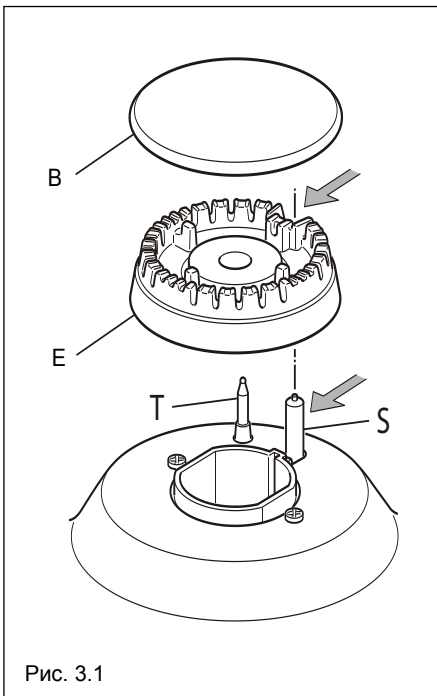

Рис. 3.1
- ✓ После чистки необходимо тщательно вытереть горелки и их рассекатели пламени и установить детали на прежнее место (Рис. 3.1).
- ✓ Важно следить за тем, чтобы рассекатель пламени «Е» и крышка «В» горелки были правильно установлены (см. Рис. 3.1), в противном случае Вы можете столкнуться с серьезными проблемами.
- ✓ Для того чтобы обеспечить бесперебойное образование искры, следите за тем, чтобы электрод «S» был всегда чистым (Рис. 3.1).
- ✓ Убедитесь, что датчик «Т» (Рис. 3.1), расположенный рядом с каждой горелкой, был всегда чистым, это позволит обеспечить надлежащую работу предохранительных клапанов.